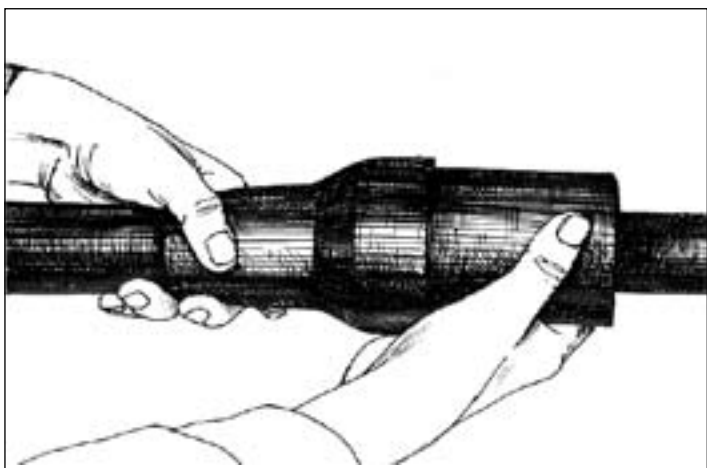

Рис. 4.17. - Установка трубы в конус
**4.4.5.** Над распущенным участком устанавливают первый конус, в который затем вставляют полиэтиленовую трубу (Рис. 4.17).